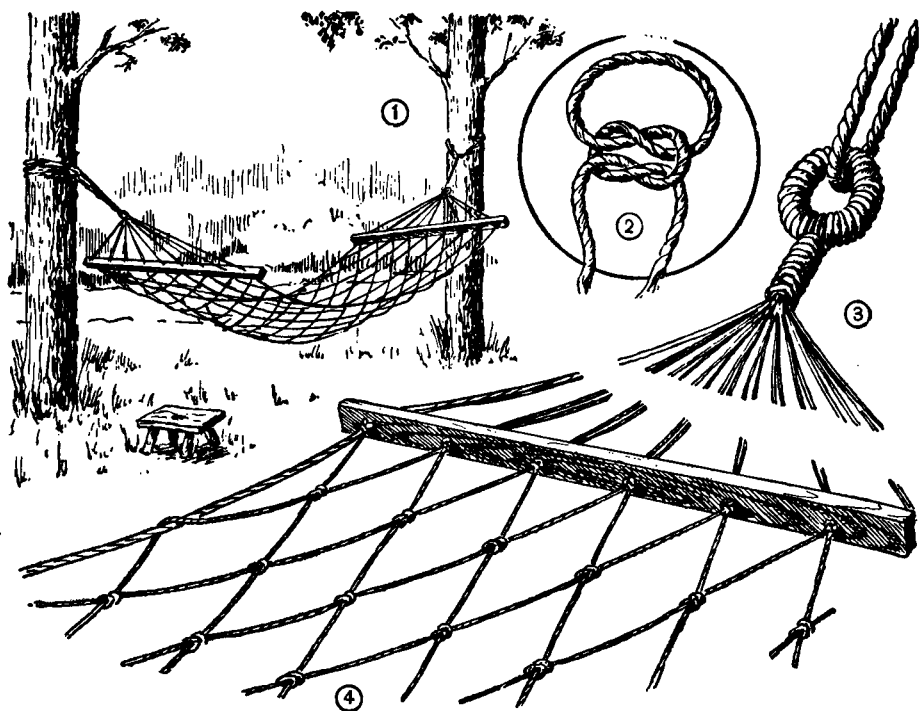

Рис. 172. Плетение гамака:
Гамак (рис. 172) плетется из крепких веревок или толстого шнура различными узлами. На рисунке 172(2) показан один из узлов, с помощью которого можно плести гамак. Заготавливают два бруска длиною по ширине гамака и толщиной в 3,5—4 сантиметра. В брусках сверлят отверстия на расстоянии 6—8 сантиметров друг от друга, такис, чтобы в них свободно проходила веревка, сложенная вдвое. Затем толстый шнур или веревку разрезают на части. Отрезков должно быть в два раза больше, чем отверстий на одном бруске. А длина каждого отрезка должна быть в три раза больше длины гамака. Заготавливают два металлических кольца или делают их из веревки (рис. 172(3)). С помощью этих колец гамак надевается на крюки, ввинченные в столбы.
Плетение гамака начинается с того, что в каждое отверстие бруска продевают по два отрезка веревки. Далее все концы веревки продевают в кольцо, отгибают их на 8—10 сантиметров и закрепляют (рис. 172(3)). Расстояние между кольцом и бруском равняется примерно четвертой части длины сетки гамака.